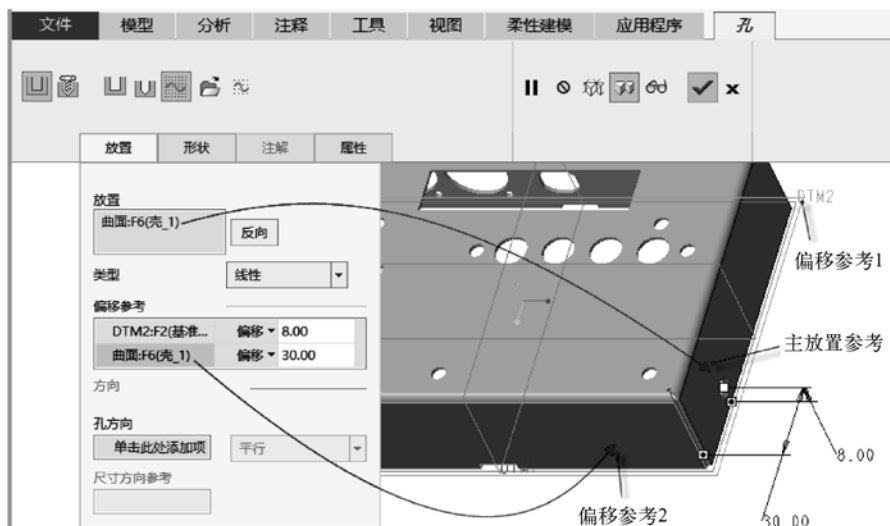

图 7-35 定义主放置参考和偏移参考等
(5) 在模型中选定放置参考（主放置参考），约束类型默认为“线性”，接着在“放置”面板中单击激活“偏移参考”收集器，选择 DTM2 基准平面作为偏移参考 1，按住〈Ctrl〉键选择图 7-35 所示的钣金面作为偏移参考 2，然后在“偏移参考”收集器设置它们相应的偏移距离。